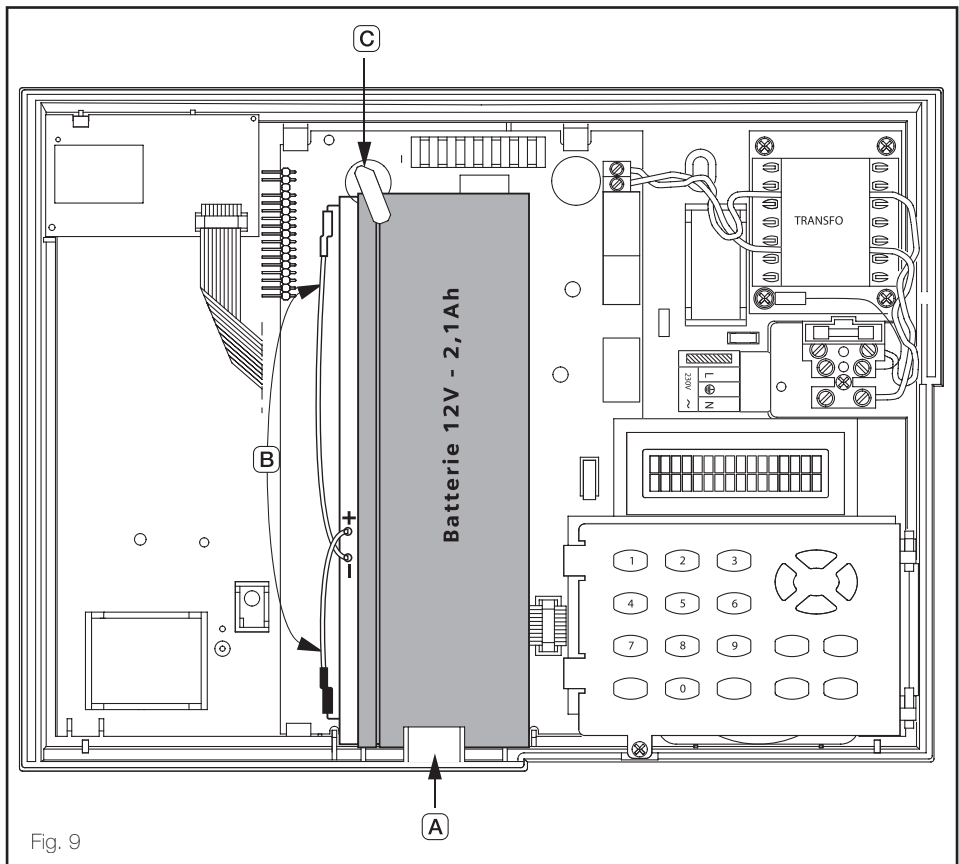

Fig. 9
4.1.2 Branchement de la batterie (fig. 9)
- 1 - Positionner la batterie à l'emplacement prévu dans le boîtier (A).
- 2 - Connecter la batterie à l'aide des câbles existants [- Bleu, + Rouge] (B).
- 3 - Tourner d'un quart de tour la patte de maintien de la batterie (C).